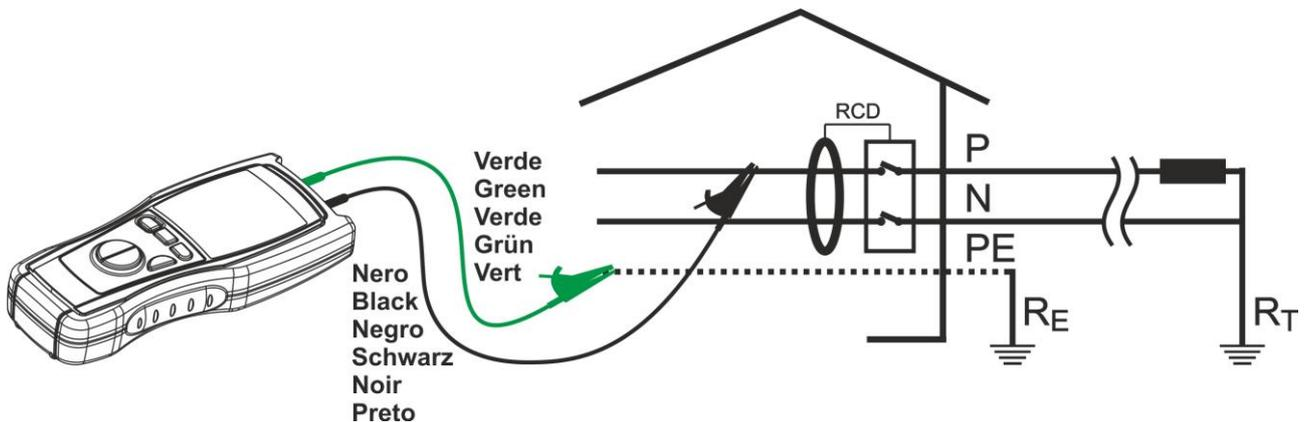

Fig. 12: Conexão dos terminais do instrumento
6. Conectar o terminal verde do instrumento ao condutor de proteção (terra) e o condutor preto ao cabo de fase a jusante do diferencial a testar (ver Fig. 12).
6. Conectar o terminal verde do instrumento ao condutor de proteção (terra) e o condutor preto ao cabo da fase a jusante do diferencial a testar (ver Fig. 12).